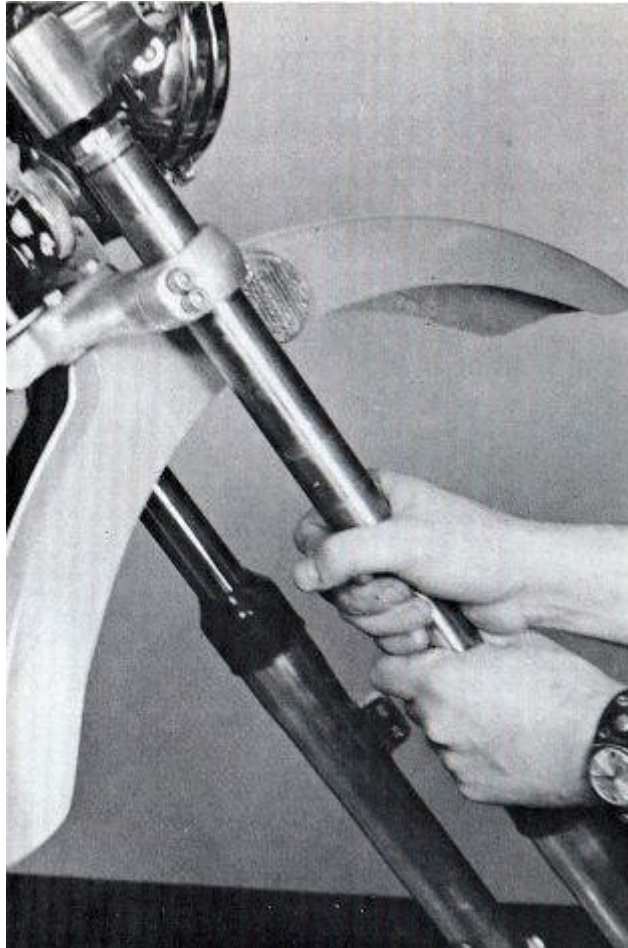

FIG. 160
7. Tome una de las patas tenedor por el tubo por debajo de la tija de dirección y, si bien torcer hacia atrás y adelante, tirar hacia abajo y fuera de los yugos. (Fig. 160) Puede tomar un ligero golpe en la tuerca de horquilla con un martillo de plástico o de cuero crudo para iniciar el movimiento del tubo. Repita el procedimiento con el tubo de tenedor otros.